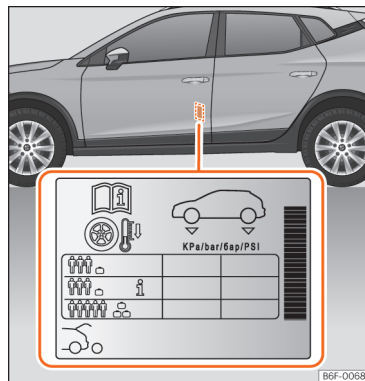

Fig. 188 Localização do autocolante da pressão de ar dos pneus.
- Adapte a pressão dos pneus à carga transportada pelo veículo »» **Fig. 188.**
Os valores da pressão de enchimento indicam-se na etiqueta autocolante situada na zona posterior da moldura da porta dianteira esquerda »» **Fig. 188.**
A pressão dos pneus tem de ser ajustada à carga momentânea do veículo. Se pretender utilizar o veículo com a carga máxima, terá de aumentar a pressão dos pneus para o valor máximo indicado na etiqueta »» **Fig. 188.**
No caso de uma roda de emergência mais estreita (125/70 R16 ou 125/70 R18), encher a 4,2 bar de pressão segundo indicado na etiqueta de pressão dos pneus »» **Fig. 188.**
Dependendo do veículo, pode adaptar-se a pressão de ar dos pneus para meia carga para aumentar o conforto de condução (pressão de ar dos pneus  »» **Fig. 188**). Quando se circula com a pressão de ar de conforto, o consumo de combustível pode aumentar ligeiramente.
- **O condutor é responsável por garantir que todos os pneus do veículo estejam cheios com a pressão correta. A pressão de ar recomendada é indicada num autocolante »» **Fig. 188.****
- **Com os pneus a frio, deverá manter-se sempre a pressão indicada no autocolante »» **Fig. 188.****